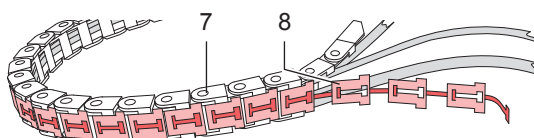

Bild 17 Öffnen der Energiekette
- ▶ Schrauben (7) lösen, um Energiekette einseitig zu demontieren.
- ▶ Die ineinander verhakten T-förmigen Teile (7) aus den U-förmigen Teilen (6) der Energiekette lösen (Bild 17). Von der Grundplatte beginnend bis zu Krümmung der Energiekette die Energiekette öffnen.
- ▶ Sensor (1) durch Lockern der Schraube am Sensor aus der Stempelaufnahme demontieren.
- ▶ Sensor (1) aus der Energiekette herausziehen.
- ▶ Neuen Sensor (1) in die Energiekette einbringen.
- ▶ Energiekette wieder schließen. T-förmige Teile (7) in die U-förmigen Teile (6) eindrücken